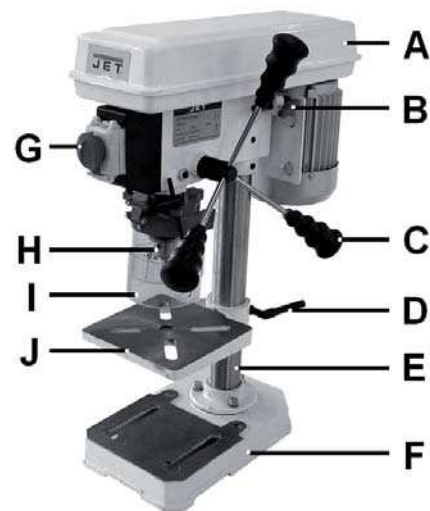

Рис. 1
- Установите стойку (B, Рис. 1) на цоколь станка (F).
- 3 шестигранных винта (D) хорошо затяните
- Наденьте патрон (Н, Рис. 1) на конус шпинделя.